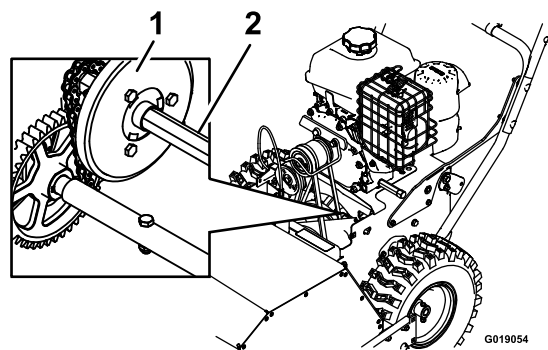

Рисунок 21
4. Опустите длинную чистую малярную кисть с наконечником малого диаметра в моторное масло и нанесите тонкий слой смазки на шестигранный вал (Рисунок 21).
Внимание: Не допускайте попадания масла на резиновое колесо или алюминиевый фрикционный диск, чтобы исключить проскальзывание привода тяги (Рисунок 21).